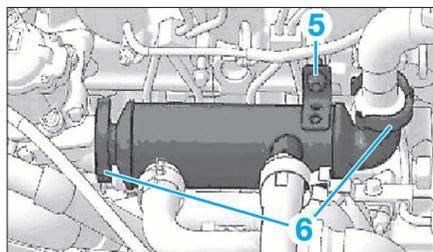

FIG. 59
- les vis (1), (2) et (5).
- le collier de la vanne EGR (6).
- le tube de connexion EGR (3).
- les fixations (5) et (6) (Fig.59).